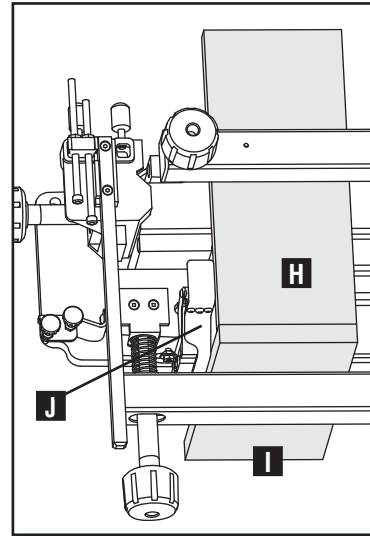
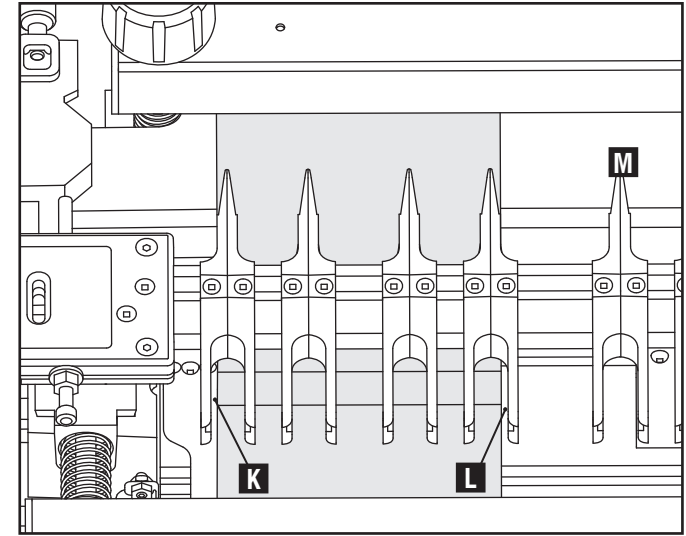

Fig. D6
Fig. D7
6. Tire del trozo de madera (H) Fig. D6 hacia adelante contra la parte trasera de la tabla para cola vertical (I), como se muestra en Fig. D6.
7. Asegúrese de que ambas tablas estén alineadas al ras de la guía desplazada hacia la izquierda (J).
8. Coloque los encastres con el destornillador cuadrado suministrado. Se recomienda un espacio de 3,2 mm (1/8") entre la tabla vertical y los encastres como se muestra en (K) y (L) en la Fig. D7. De esta manera podrá mantener el espacio adecuado en los extremos.
NOTA: Antes de realizar el corte, coloque al menos un encastre (M) Fig. D7 a 13 mm (1-2 pulgadas) del borde derecho de la tabla vertical para lograr estabilidad de la rebajadora.